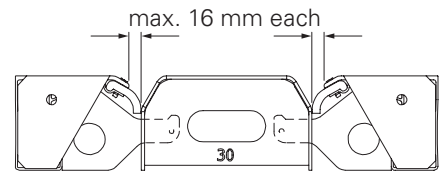

Fig. B8.03
- 1x Stop. Panel TRIO MT (**101**) (Fig. B8.03)